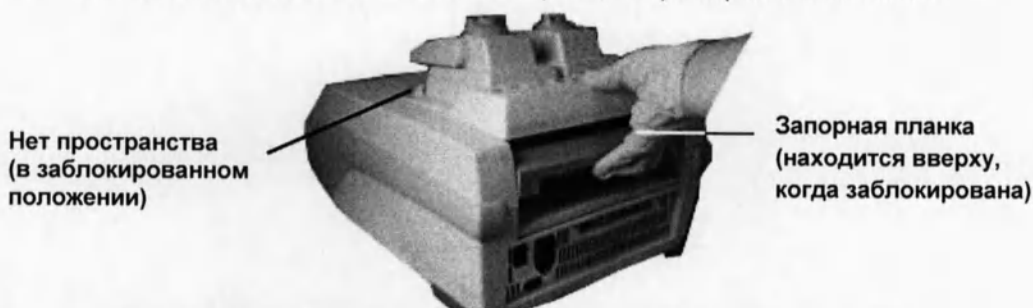

Рисунок 5. Блокировка модуля для проведения реакций на месте.
2. Потяните запорную планку вверх для блокировки модуля для проведения реакций на месте (рис. 5). Перед модулем не должно остаться никакого пространства, когда он заблокирован в основном блоке термоциклера серии C1000 Touch.